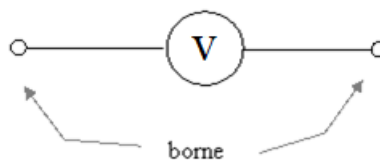

Fig.1.
**Simbolul voltmetrului** – fig. 1